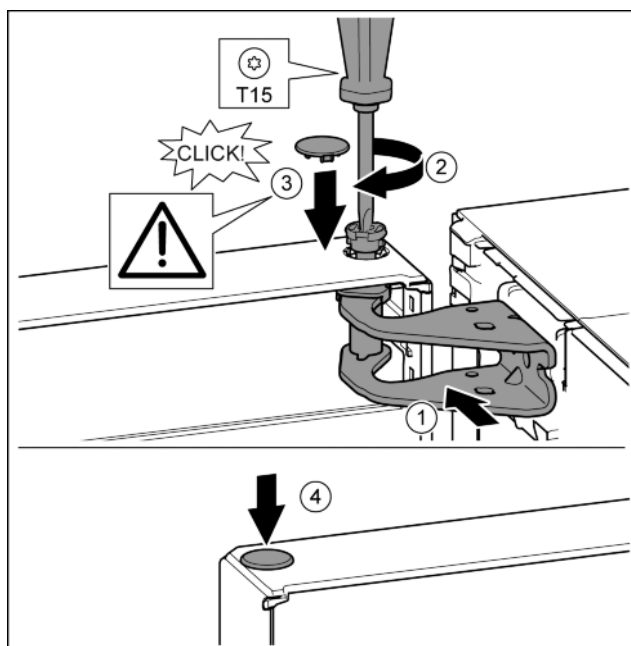

Fig. 23
- ▶ Дверь сверху выровнять по отверстию в опорном кронштейне. Fig. 23 (1)
- ▶ Вставить палец и затянуть отверткой T15. Fig. 23 (2)
- ▶ Установить предохранительную крышку для защиты двери: вставить предохранительную крышку и проверить, прилегает ли она к двери. В ином случае вставить палец полностью. Fig. 23 (3)
- ▶ Вставить заглушку. Fig. 23 (4)